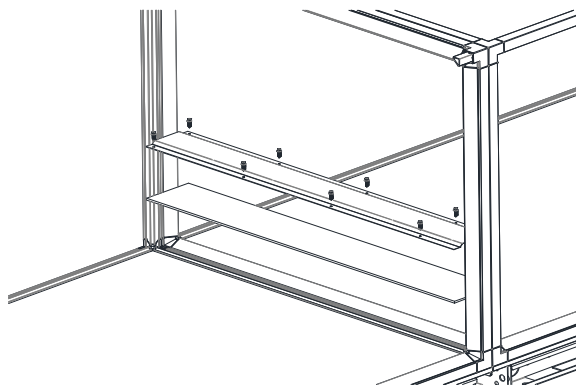

图2.8 底部段连接条安装示意图
3. 将贴有保温棉的段连接板按照图2.8所示，横跨两个运输段放置，使用合适的自攻钉将段连接板固定在2个运输段之间（建议两侧每间隔300mm固定一个螺钉），见下图2.8：以底部段连接处安装进行示意，其余三面的安装方式相同。